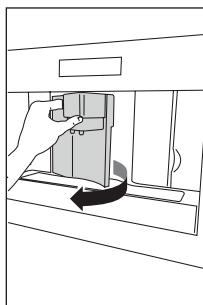

Рис. 23
- Откройте сервисную дверцу (Рис. 23).